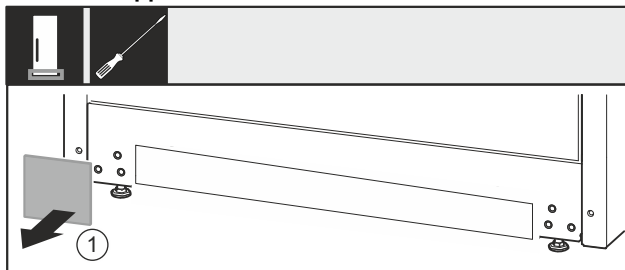

Fig. 23
- Retirer le cache Fig. 23 (1).